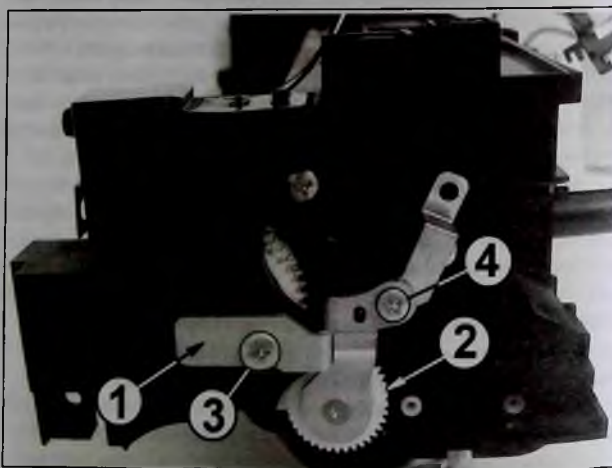

Рис. 33
2. Располагают блок ксерографии шестернями к себе. Запоминают положение кронштейна (1 на рис. 33) и шестерни (2) привода лопасти подачи тонера и магнитного вала узла проявки. Откручивают два самореза (3 и 4 на рис. 33) крепления, перемещают кронштейн к себе и снимают его с блока в сборе с шестерней.